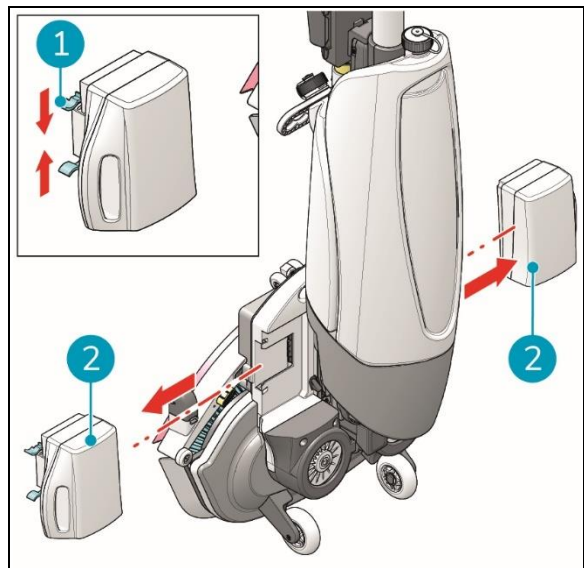

Figure 28
3. Tout en appuyant sur les deux broches en plastique vers l'intérieur (Figure 28, pos. 1), tirez sur chaque batterie (Figure 28, pos. 2).